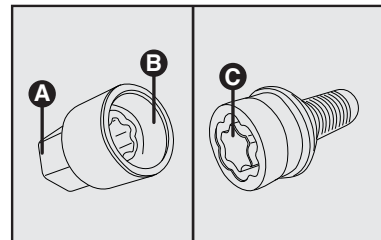

fig. 4
- Saque de la bolsa portaherramientas (o en local opcional en el vehículo) la llave específica **fig. 4**, que desbloquea el mecanismo antirrobo.
- Se debe realizar el desbloqueo de la rueda encajando la extremidad **B** de la llave **fig. 4** en el encaje **C** del tornillo especial de sujeción de la rueda. En la extremidad **A** se debe encajar la llave de rueda suministrada con el vehículo.